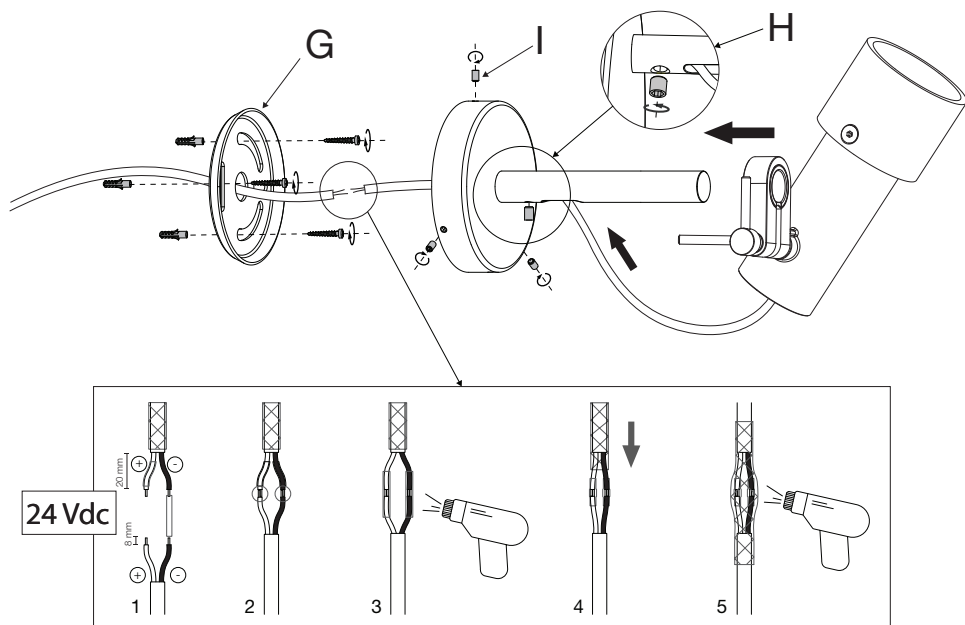

Fig. 5.4.
5.4. Effectuer les connexions électriques comme indiqué sur la figure 5.4..
5.4. Make the electrical connections as shown in figure 5.4..
5.4. die elektrischen Anschlüsse wie in Abbildung 5.4 dargestellt herstellen.